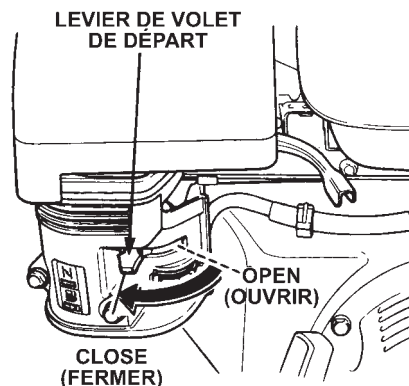

Figure 10. Levier du volet de départ du moteur
3. Placez le levier *de volet de départ* (Figure 10) sur la position « CLOSED » (FERMÉ) si vous démarrez avec un *moteur froid*.